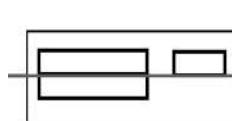

Рис. 13
5. Открутить 4 болта крепления двигателя к раме (Рис. 12, Рис. 13);